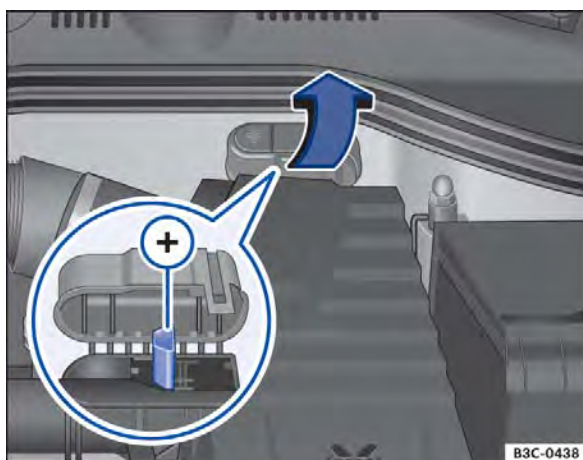
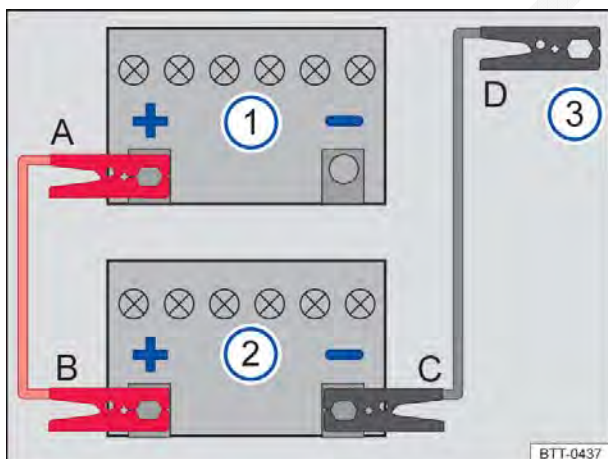
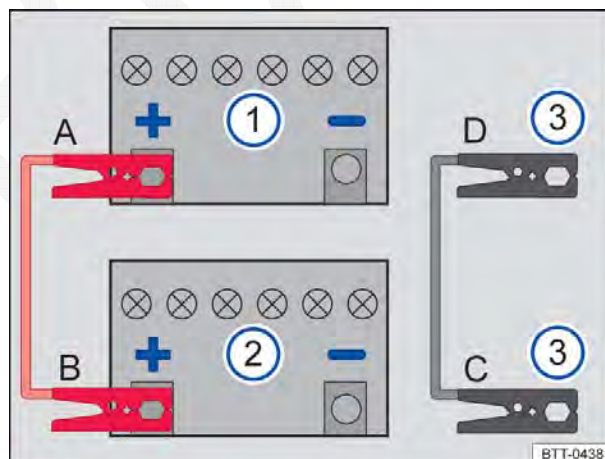

Fig. 256 No compartimento do motor sob uma cobertura: ponto de auxílio à partida (polo positivo).
Fig. 257 Esquema para a conexão dos cabos auxiliares de partida dos veículos auxiliares de partida sem sistema Start-Stop.
Fig. 258 Esquema para a conexão dos cabos auxiliares de partida dos veículos auxiliares de partida com sistema Start-Stop.
O ponto de auxílio à partida (polo positivo) ⇒ Fig. 256  está embaixo de uma cobertura.
Legenda para Fig. 257 e Fig. 258:
Conectar o cabo auxiliar de partida somente na sequência **A – B – C – D** ⇒ Fig. 257 ou ⇒ Fig. 258.
- Se necessário, abrir a cobertura da bateria do veículo no compartimento do motor ⇒ Página 312 ou rebater a cobertura do ponto de auxílio à partida (polo positivo) ⇒ Fig. 256.
- Conectar uma extremidade do cabo auxiliar de partida *vermelho* ao polo positivo ⇒ Fig. 257 (+) ou no ponto de auxílio à partida (polo positivo) ⇒ Fig. 256 do veículo com a bateria do veículo descarregada ① ⇒ ⚠.
- Conectar a outra extremidade do cabo auxiliar de partida *vermelho* ao polo positivo (+) da bateria do veículo fornecedora de corrente ②.
- Em veículos **sem sistema Start-Stop ou função de reaproveitamento da energia**: conectar uma extremidade do cabo auxiliar de partida *preto* preferencialmente num ponto de auxílio à partida (ponto de aterramento), senão no polo negativo (–) da bateria do veículo fornecedor de corrente ⇒ Fig. 257 ②.
- Em veículos **com sistema Start-Stop ou com função de reaproveitamento da energia**: conectar uma extremidade do cabo auxiliar de partida *preto* ⇒ Fig. 258 ③ no ponto de auxílio à partida (ponto de aterramento), ou na argola de reboque dianteira aparafusada, numa peça maciça de metal aparafusada firmemente com o bloco do motor, ou ao próprio bloco do motor.
- Conectar a outra extremidade do cabo auxiliar de partida *preto* ⇒ Fig. 257 ③ ou ⇒ Fig. 258 ③ do veículo com a bateria descarregada preferivelmente à um ponto de auxílio à partida (ponto de massa), ou à argola de reboque dianteira parafusada ⇒ Página 422, à uma peça maciça de metal parafusada firmemente ao bloco do motor ou ao próprio bloco do motor ⇒ ⚠.
- Desconectar o cabo de auxílio à partida com o motor em funcionamento somente na sequência **D – C – B – A** ⇒ Fig. 257 ou ⇒ Fig. 258.